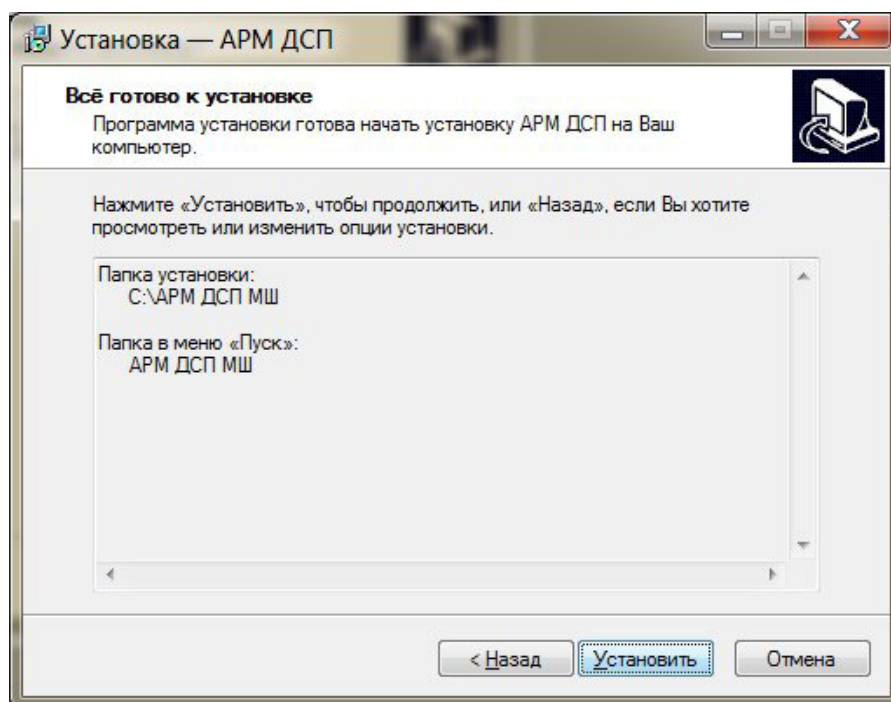

Рисунок 28 – Окно готовности установки АРМ ДСП-АБ
9. Появляется окно о готовности установки программного обеспечения АРМ ДСП-АБ (Рисунок 28) . В этом окне показан путь установки программного обеспечения, который выбрали ранее. Нажимаем кнопку «Установить».